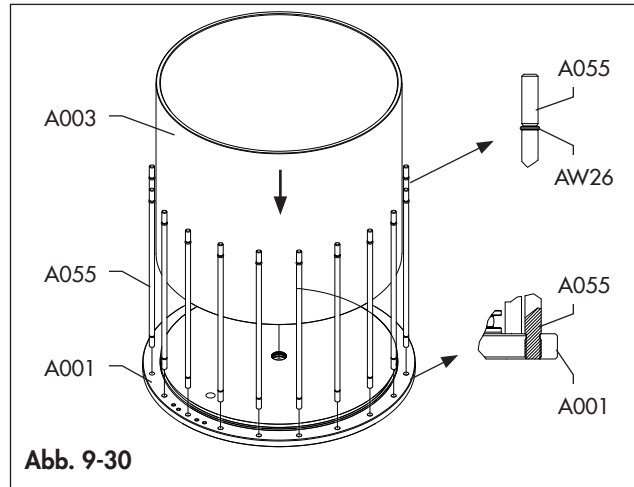

Abb. 9-30
- Setzen Sie die Zugstangen ein und schrauben Sie sie vollständig in den Flansch A001. (Abb. 9-30)